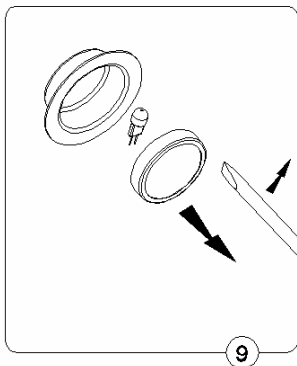

Рис. 9
- а) Подцепить кольцо удерживающее галогенную лампочку (рис. 9) при помощи плоского инструмента либо отвертки, и придерживая его, извлечь наружу.